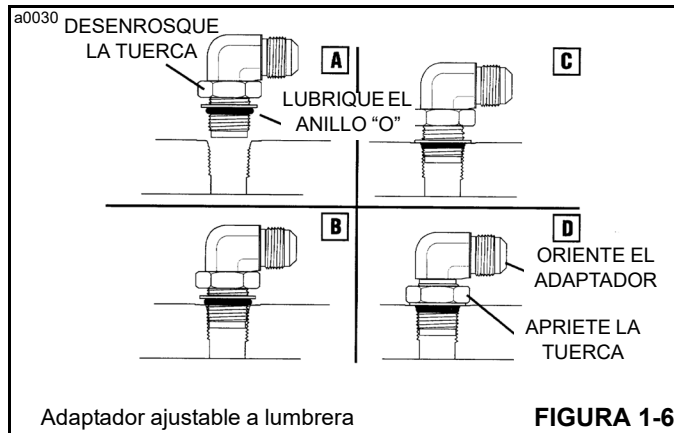

FIGURA 1-6
2. Lubrique el anillo “O” con una capa liviana de aceite limpio (Figura 1-6, A).
3. Desenrosque la contratuerca tanto como sea posible (Figura 1-6, A).
4. Enrosque el adaptador en la lumbrera a mano hasta que la arandela de respaldo haga contacto con la cara de la lumbrera y sea empujada totalmente hacia la contratuerca (Figura 1-6, B).
5. Para orientar el adaptador, desenrosque el adaptador la cantidad requerida, pero no más que una vuelta completa (Figura 1-6, C).
6. Sostenga el adaptador en la posición deseada y apriete la tuerca (Figura 1-6, D) siguiendo el método F.F.F.T.; vea F.F.F.T. MÉTODO (caras planas de tuerca después de apretar a mano), empezando con el paso 4.